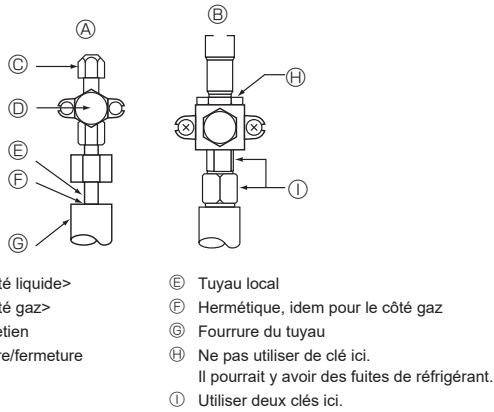

Fig. 4-5
- * Tournez la section (A) uniquement. (Ne serrez pas davantage les sections (A) et (B) l'une contre l'autre.)
4.4. Test d'étanchéité des tuyaux de réfrigérant (Fig. 4-5)